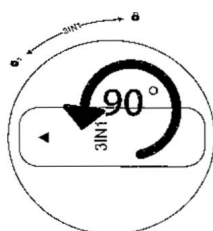

Figure 6
4. Drehen Sie das alte Filterelement schnell um 90° gegen den Uhrzeigersinn, wenn das Dreieckssymbol oben auf dem Filterelement auf das  Symbol zeigt, nehmen Sie das alte Element heraus (siehe Abbildung 6).